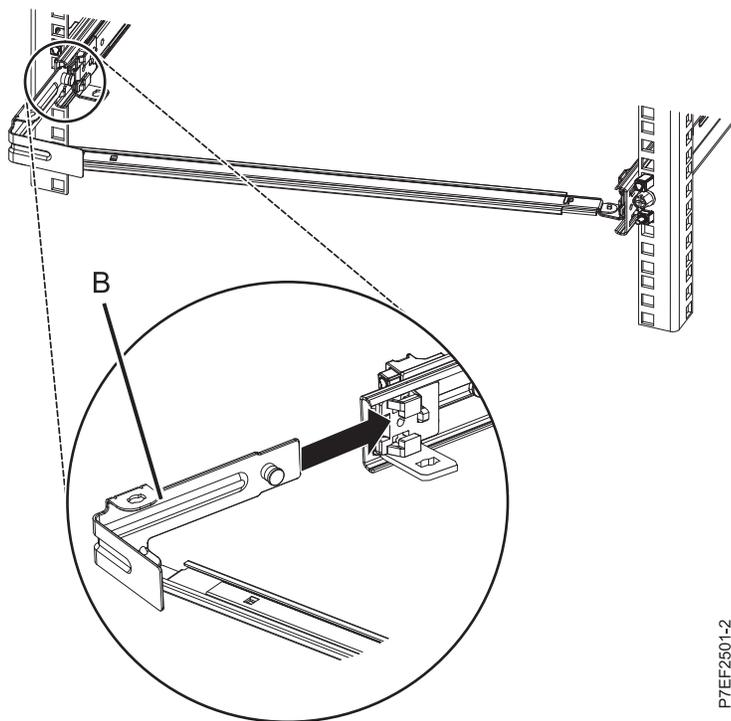

Figura 12. Tendido de la patilla e instalación de la abrazadera en el riel deslizante
4. Conecte la pieza de sujeción de tope de portacables (B) a la ranura en la parte interior del lado izquierdo deslizando la pieza de sujeción de tope (B) en el riel deslizante hasta que el pestillo accionado por resorte quede fijado. Para obtener más de talles, consulte Figura 12.